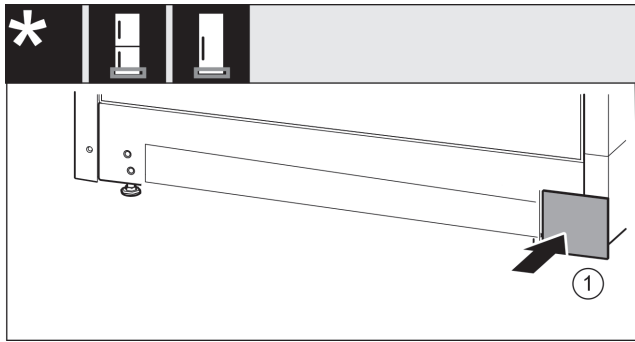

Fig. 27
► Påsæt atter afdækningen på den anden side. Fig. 27 (1)